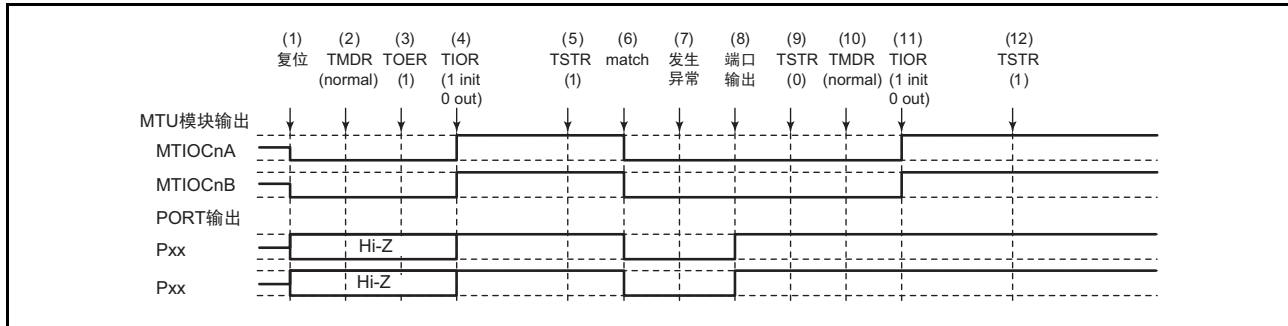

图 16.141 在正常模式中发生异常并且在正常模式中恢复的情况
在正常模式中发生异常并且重新设定后在正常模式中重新开始时的说明图如图 16.141 所示。
(1) ~ (9) 和图 16.141 通用。
(10) 设定 PWM 模式 1。
(11) 必须通过 TIOR 寄存器对引脚进行初始化 (在 PWM 模式 1 中不将波形输出到 MTIOCnB (MTIOCnD) 引脚。如果有应该输出的电平, 必须通过 I/O 端口的数据方向寄存器 (DDR) 和数据寄存器 (DR) 设定通用输出端口)。
(12) 通过 TSTR 寄存器重新开始。
(10) 设定 PWM 模式 2。
(11) 必须通过 TIOR 寄存器对引脚进行初始化 (在 PWM 模式 2 中不将波形输出到周期寄存器的引脚。如果有应该输出的电平, 必须通过 I/O 端口的数据方向寄存器 (DDR) 和数据寄存器 (DR) 设定通用输出端口)。
- (1) ~ (9) 和图 16.141 通用。
- (10) 设定相位计数模式。
- (11) 必须通过 TIOR 寄存器对引脚进行初始化。
- (12) 通过 TSTR 寄存器重新开始。
- (10) 必须通过 TIOR 寄存器对正常模式的波形生成部进行初始化。
- (11) 必须通过 TIOR 寄存器禁止正常模式的波形生成部的运行。
- (12) 必须通过 TOERA 寄存器禁止 MTU3 和 MTU4 的输出。
- (13) 必须通过 TOCR1A、TOCR2A 寄存器选择互补 PWM 的输出电平以及允许或者禁止周期输出。
- (14) 设定互补 PWM。
- (15) 必须通过 TOERA 寄存器允许 MTU3 和 MTU4 的输出。
- (16) 通过 TSTR 寄存器重新开始。
- (1) ~ (12) 和图 16.141 通用。
- (13) 必须通过 TOCR1A、TOCR2A 寄存器选择复位同步 PWM 的输出电平以及允许或者禁止周期输出。
- (14) 设定复位同步 PWM。
- (16) 通过 TSTRA 寄存器重新开始。